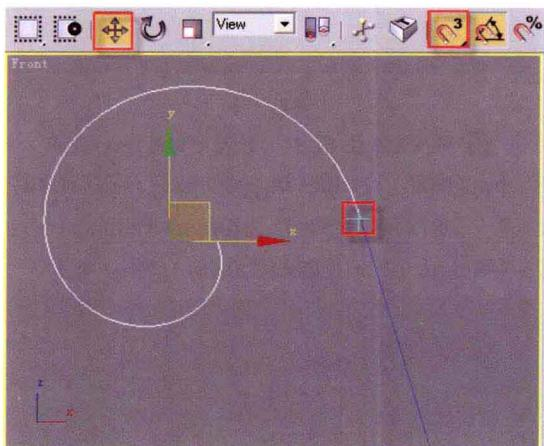

图1-11
⑪ 在主工具栏中，单击激活³（三维捕捉）按钮，然后将创建出来的Helix（螺旋线）捕捉到“靠背”模型上顶点的位置，如图1-11所示。